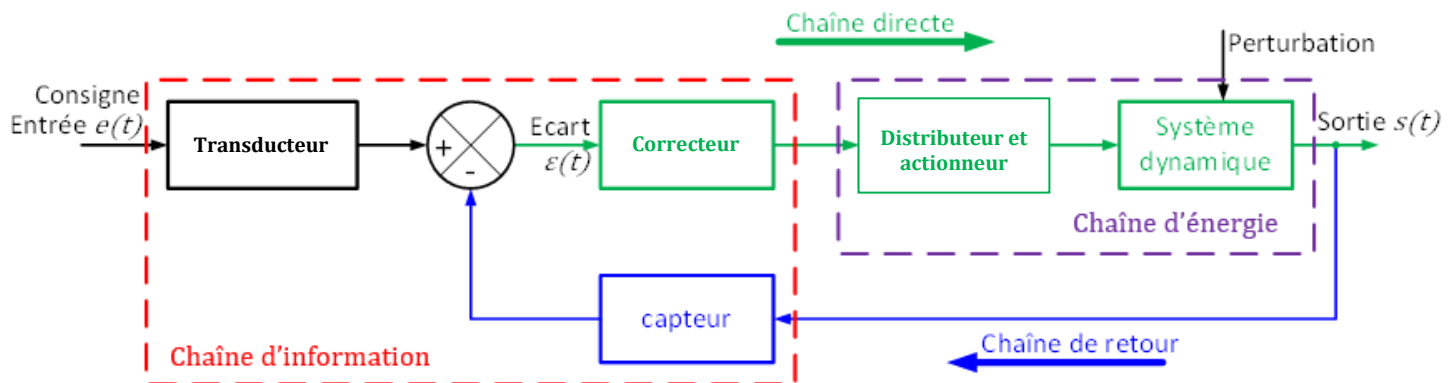

Figure 1 : Forme générique d'un schéma-bloc fonctionnel associé à un système automatisé asservi mécatronique
- Les **schémas-blocs** constituent une représentation *causale* d'un système. Ils présupposent quels sont les signaux d'entrée et de sortie du modèle et de chaque bloc (sous-modèles) : (figure 1).